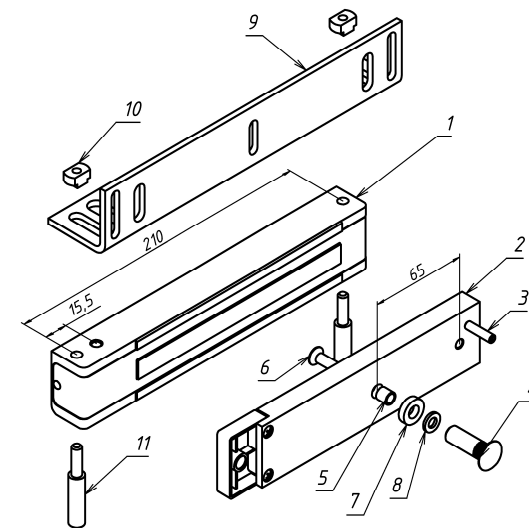

Рисунок 1
3.1 Комплект поставки (рисунок 1):
- корпус замка (1) - 1 шт.
- якорь (2) - 1 шт.
- комплект крепления якоря: штифт (3), втулка (4), втулка проходная (5), винт М6х35 (6), кольцо уплотнительное (7), шайба (8).
- угольник (9) - 1 шт.
- втулка (10) - 2шт.
- винт (11) - 2 шт.